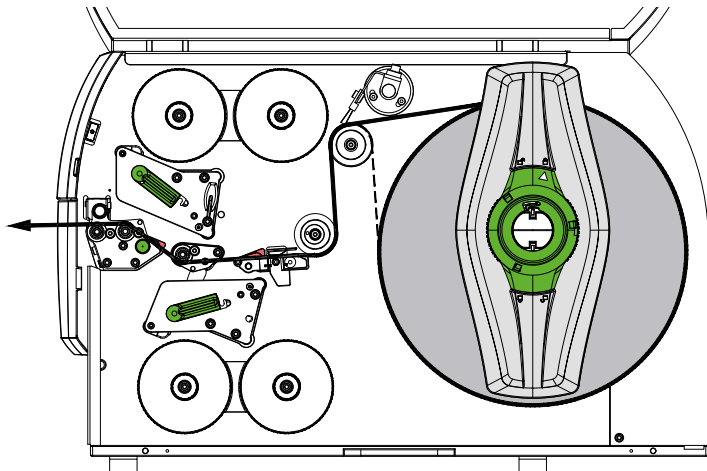
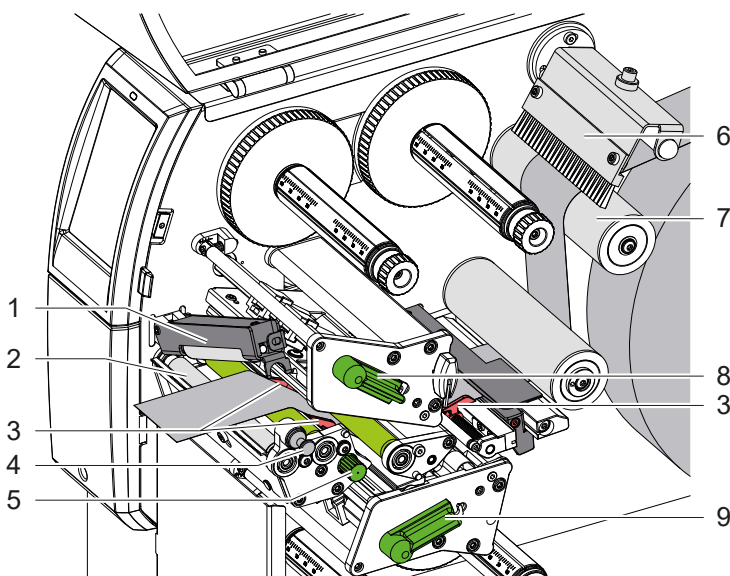

Bild 12 Materialbana
Bild 13 Lägga i material i utskriftsmekaniken
1. Rulla av en materialremsa från rullen och för den till utskriftsmekaniken enligt Bild 12.
2. Dra ut spärrbulten (4). Tryckrullen (1) svängs uppåt.
3. Vrid spaken (8) moturs och spaken (9) medurs för att höja båda skrivarhuvudena.
4. Vinkla bort borsten (6) från vändrullen (7).
5. Vrid på vredet (5) för att flytta styrningarna (3) så långt ifrån varandra att materialet får plats mellan dem.
6. För materialet genom båda utskriftsenheterna som på Bild 13 ända till sträckvalsen (2) och placera det mellan styrningarna (3).
7. Vrid på vredet (5) för att föra styrningarna så att de ligger an mot materialkanterna.
9. Dra ut spärrbulten (4). Tryck tryckrullen (1) nedåt och lås den med spärrbulten.
12. Vinkla in borsten (6) mot vändrullen (7).